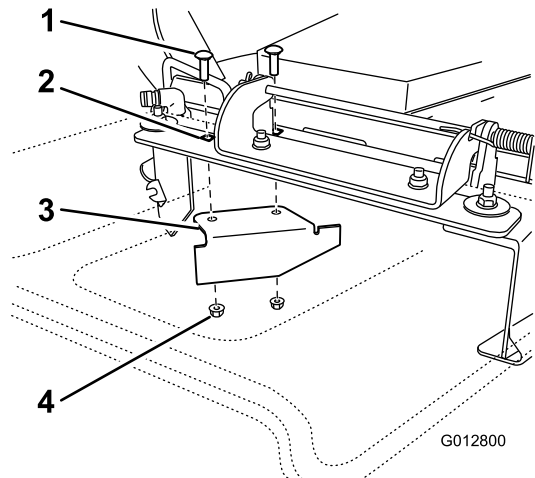

Figura 31
11. Individuate il deflettore di scarico nel sacchetto delle parti sciolte e rimuovete gli elementi di fissaggio dai fori posteriori della piastra di scarico (Figura 31).